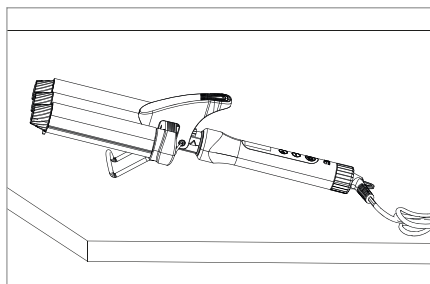

Fig. 1
- ▶ Pendant le fonctionnement et le refroidissement de l'appareil, posez-le toujours et uniquement avec le support ⑩ sur une surface stable, plane et résistante à la chaleur. Il convient de faire de même pendant le processus d'échauffement !
- 1) Dépliez le support ⑩ et posez l'appareil comme cela est représenté à la figure 1. Ainsi, les pièces chaudes ne peuvent pas toucher la surface d'appui.